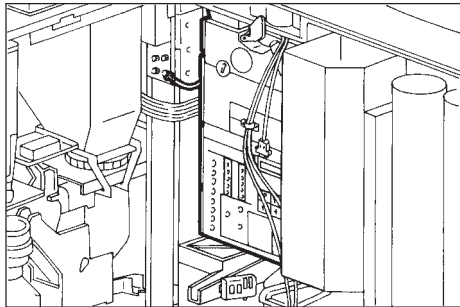

Fig. 20
- Instalar el monedero sobre la placa base, enganchándolo a los tres pernos que ya se encuentran sobre la placa base. Para una fácil introducción del monedero es necesario mantener apretada la palanca de devolución del monedero (Fig. 20).